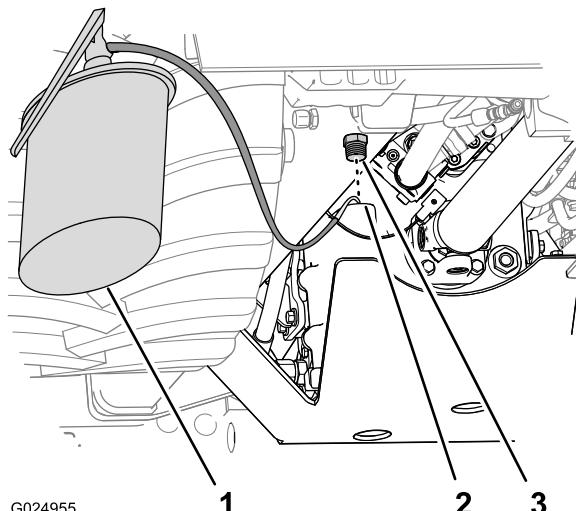

Рисунок 96
4. Залейте в трансмиссию масло указанного типа через заливное отверстие (Рисунок 96).